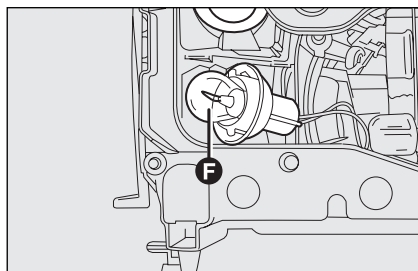

fig. 24
- ☐ asportare la lampada bruciata **F-fig. 24** ed inserire la nuova lampada;